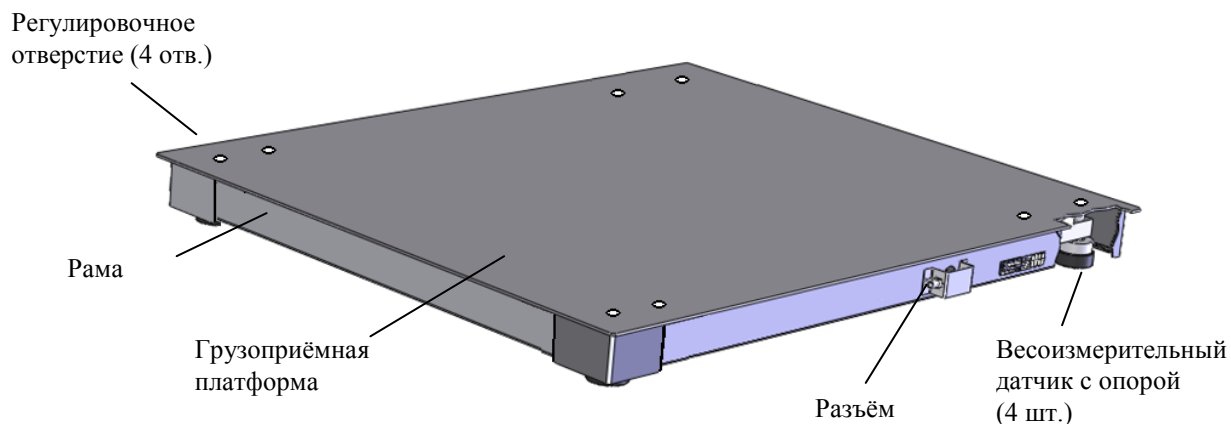

Рис. 8.1 - Модуль взвешивающий 4D-PM_
8.1.1 Модуль представляет собой единую конструкцию из рамы и грузоприёмной платформы. В состав модуля входят четыре цифровых весоизмерительных датчика с опорами (Рис. 8.1).